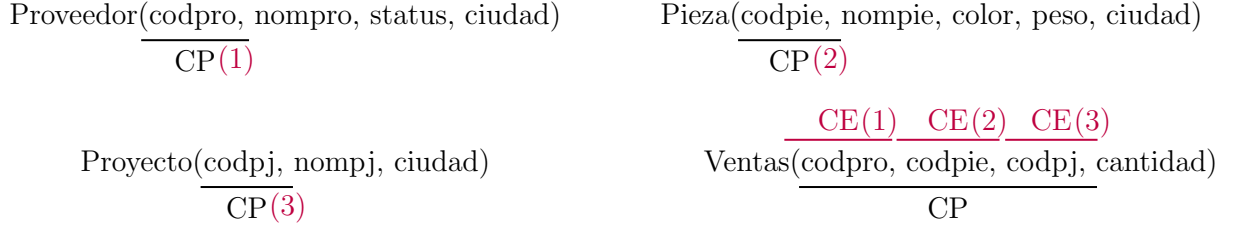

Figura 1.2: Esquema de base de datos relacional del Ejercicio 1.1.2.
**Ejercicio 1.1.2.** Considere el esquema de base de datos relacional de la Figura 1.2.